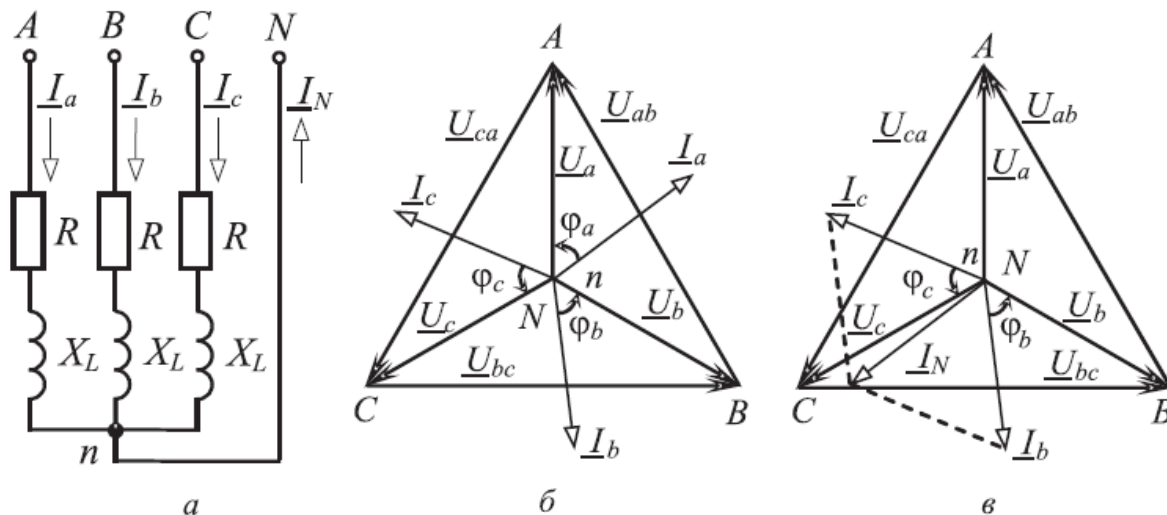

Рис.9.1
**ЗАДАЧА 9.1.** В симметричной трехфазной цепи (рис. 9.1, а) линейное напряжение  $U_{\text{л}} = 380 \text{ В}$ ,  $R = 30 \text{ Ом}$ ,  $X_L = 40 \text{ Ом}$ . Определить токи, активную, реактивную и полную мощности цепи: 1) в нормальном режиме работы; 2) при обрыве в фазе А.